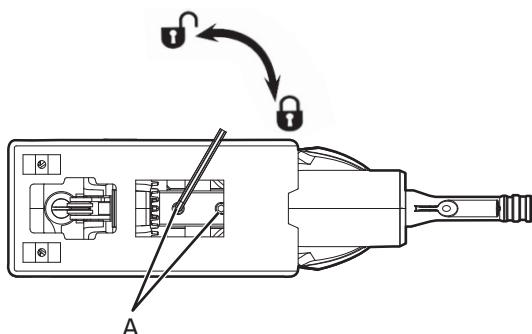

FIG. 4
1. La placa de asiento puede ajustarse  $45^{\circ}$  (izquierda o derecha) en relación a la dirección de la sierra para facilitar el aserrado de contorno. Afloje los dos tornillos de sujeción (A) debajo de la placa de asiento con la ayuda de la llave hexagonal interior suministrada con la herramienta, ajuste la placa de asiento al ángulo deseado y vuelva a apretar los tornillos (A). (Véase la Fig. 4).